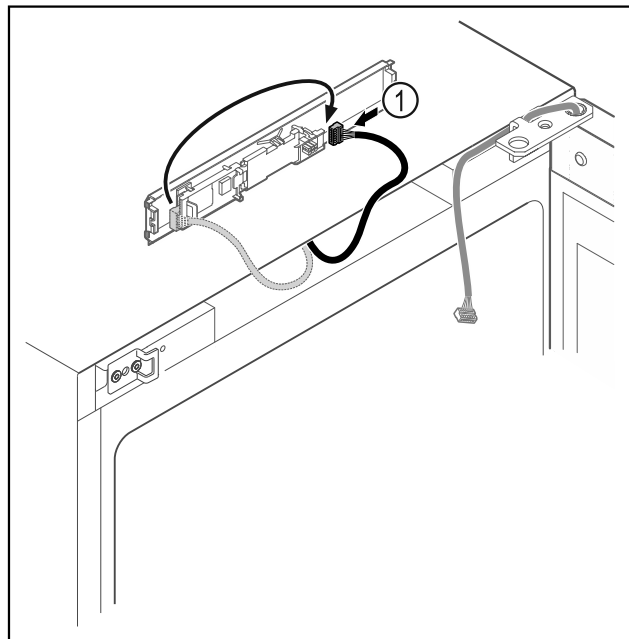

Fig. 19
- Wtyczkę Fig. 19 (1) należy ponownie podłączyć do płytki drukowanej.